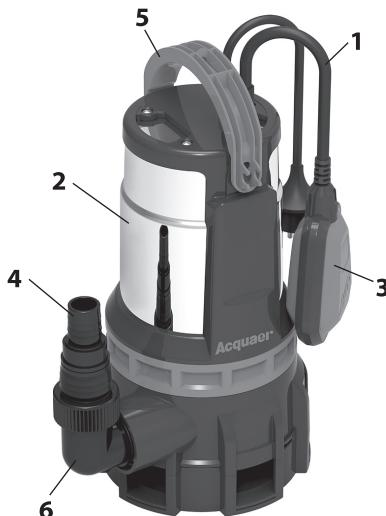

рис. 1
1.6 Общий вид насоса представлен на рис.1
1.7 Двигатель и насос расположены в корпусе из нержавеющей стали (рис.1 поз.2). Насос приводится в действие асинхронным двигателем переменного тока. Подключение насоса к сети осуществляется кабелем питания со штепсельной вилкой с заземляющим контактом. Насос начинает работу при подключении к сети питания, и срабатывании поплавкового выключателя.
3.2 Прикрутите к корпусу насоса (рис.1 поз.2) угловой патрубок (рис.1 поз.6) с предварительно прикрученным к нему выходным штуцером (рис.1 поз.4). Смонтируйте и присоедините к выходному штуцеру напорную магистраль. Исключите возможность попадания крупных частиц со дна источника в насос. Опустите насос в воду и включите его. Для погружения и подъёма насоса используйте верёвку и трос, привязанные к его рукоятке. Перед погружением насоса необходимо проверить его работу, включив в электрическую сеть на 5-10 секунд.
3.4 Для установки других пределов регулировки, следует изменить вылет поплавка относительно места крепления его кабеля (рис.1 поз.1) на рукоятке (рис.1 поз.5). Проверьте, что уровень воды в пределах поля регулирования по отношению к перекачиваемому объёму, не потребует от насоса 20-ти и более выключений в час. Частые коммутации выключателя сокращают срок службы
3.5 Привяжите верёвку (трос) к ручке (рис.1 поз.5) насоса. Кабель питания можно закрепить на этой верёвке.